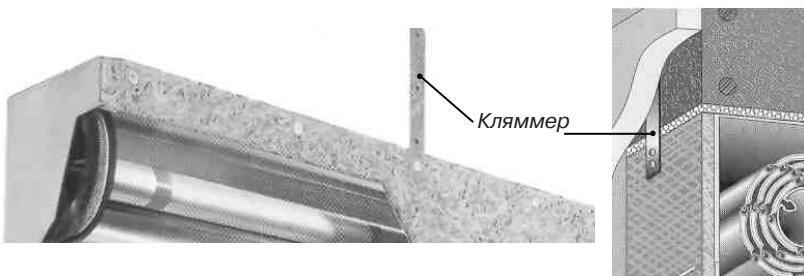

Рис. 11. Схема соединения стены и короба кляммером
- 3)** рекомендуется фибролитовую плиту прикрепить к стене кляммерами в количестве не менее 3 штук (рис. 11). В качестве кляммера можно использовать стандартную прямую оцинкованную стальную перфорированную пластину, применяемую для крепления конструкций из гипсокартона.